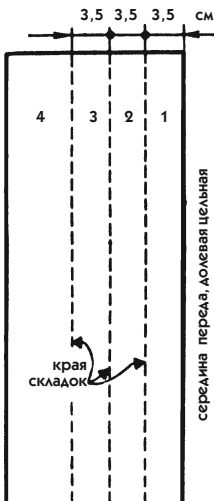

Рис. 187
1. Исходя из модели, найдите оптимальную ширину каждой складки и проведите прямые линии, обозначающие оба края складки, параллельные срединной линии (см. рис. 187). Каждая складка имеет ширину 3,5 см. Пронумеруйте их.